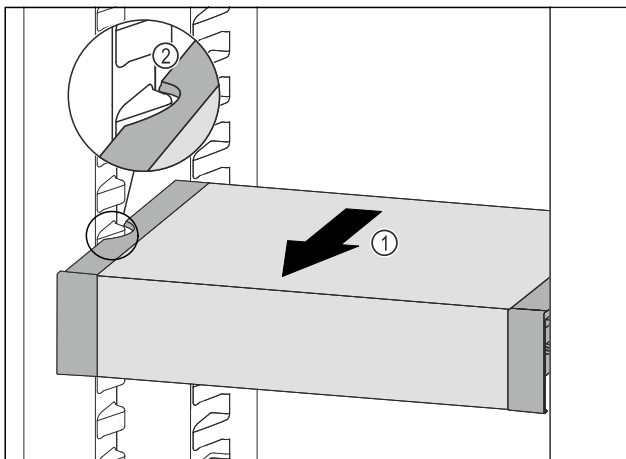

Fig. 90
- ▶ 向前拉动 VarioSafe Fig. 90 (1)，直至 VarioSafe 的侧部凹槽与冷藏区中的容器肋梁持平。 Fig. 90 (2)